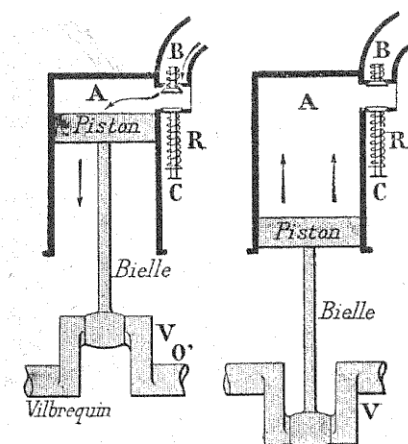
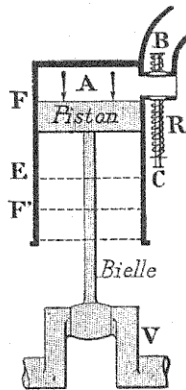

Fig. 40. — Commencement du 1er temps : *Aspiration*. Fig. 41. — Commencement du 2e temps : *Compression*.
Fig. 42. — Commencement du 3e temps : Explosion.
Supposons le *piston* en haut de sa course, comme il l'est dans la figure 40 ; tournons l'axe O' pour le faire descendre. Le *piston*, grâce à ses *segments* réalisant l'étanchéité absolue, va faire le vide derrière lui, et il arrivera un moment où ce vide sera suffisant pour aspirer la soupape B. maintenue sur son siège par un ressort assez faible. Par le tube qui communique avec un *carburateur*, arrivera un mélange convenable d'*air* et d'*essence*. Croyez-le simplement, je vous le démontrerai tout à l'heure. Quand le piston sera au bas de sa course, il aura donc maintenu béante cette soupape et aspiré du gaz plein le cylindre, une *cylindrée*. La soupape d'échappement, maintenue sur son siège par un ressort très puissant R,
troisième temps. C'est le temps moteur (fig. 42). *En vertu de la force vive emmagasinée dans ses*
Si la fin de course est en F', la soupape aura commencé à s'ouvrir au point E (fig. 42).
*Premier temps* : aspiration, course descendante (fig. 40);
*Troisième temps* : explosion, course descendante (fig. 42);
Si, au lieu de considérer les *temps*, on compte les *tours* complets du vilebrequin, c'est-à-dire les mouvements nécessaires pour que la tête de bielle étant *en haut* (comme dans la figure 40) revienne à son point de départ *en haut* comme dans la figure 42 en ayant fait un *tour complet*; on voit que, pour accomplir ses *quatre temps*, son *cycle*, le vilebrequin a fait *deux tours*.
Du commencement de l'aspiration (fig. 40);
Au commencement de l'explosion (fig. 42);
Du commencement de l'explosion (fig. 42) ;
Au commencement de l'aspiration (fig. 40) ;